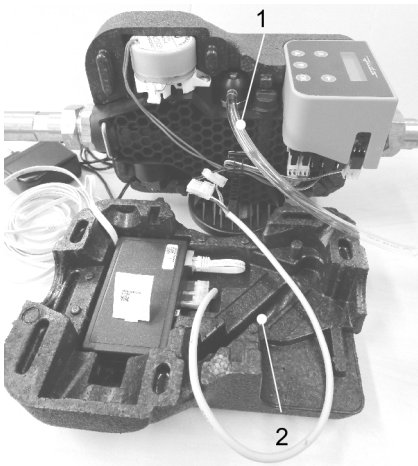

Fig. 8: Raccorder le câble puis le poser au-dessous du module
- Insérer le module de connectivité dans l'évidement de la coque isolante avant en veillant à ce que le câble LAN se trouve au-dessous du module de connectivité (Figure 8).
- Ajuster le flexible de dégazage dans le canal de guidage de la coque isolante avant (Figure 8), puis assembler les deux coques sans forcer.